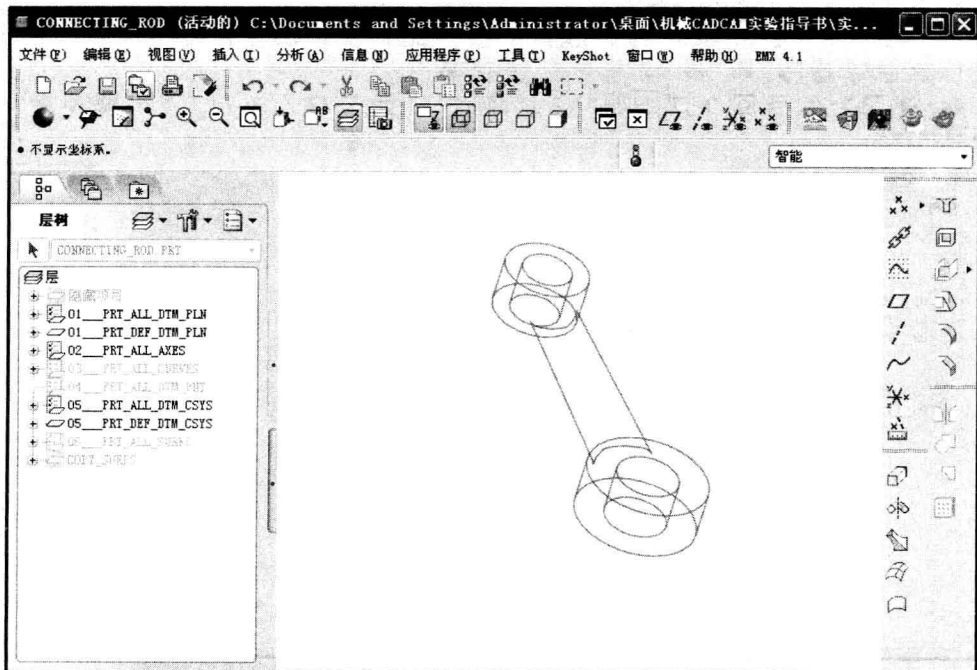

图 1-6 线框显示模式
(1) 线框显示模式：按下  按钮，模型显示效果如图 1-6 所示。